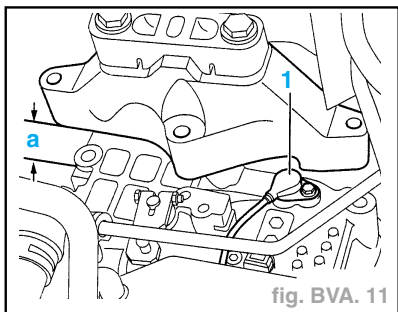

fig. BVA. 11
- Descendre la boîte de vitesses de **a = 60 mm** en faisant tourner la broche sur le dispositif de retenue **MP 9-200** côté gauche. (fig. BVA. 11)